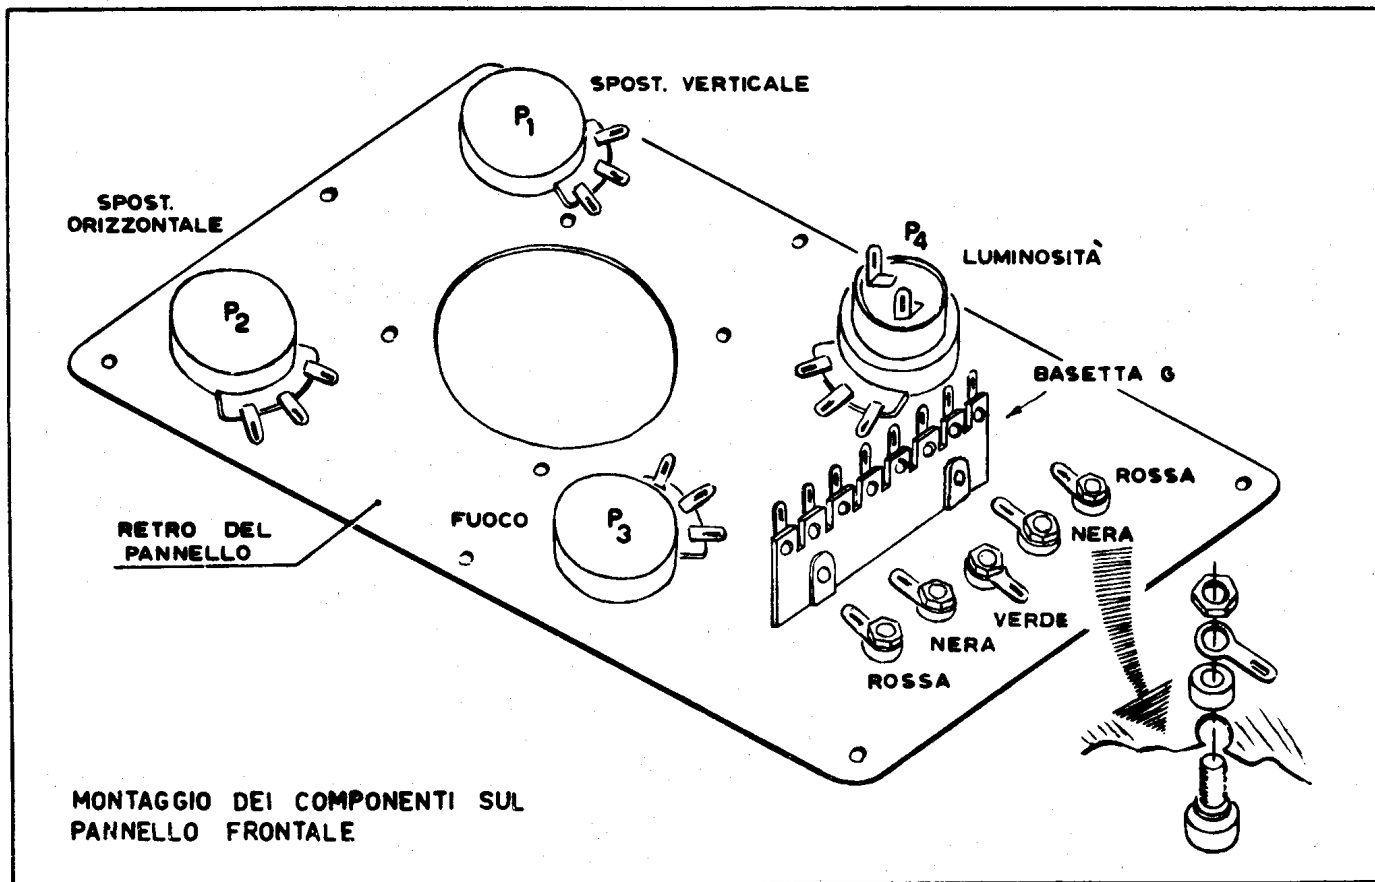

Fig. 11
La fig. 11 rappresenta la posizione che i diversi particolari occupano sul retro del pannello frontale.
d) - FISSI IL POTENZIOMETRO P4, DA 100 k $\Omega$  CON INTERRUTTORE, NEL FORO CONTRASSEGNA TO CON LA DICITURA "LUMINOSITA'", BLOCCAN DOLO NELLA POSIZIONE INDICATA IN FIG.11.
e) - BLOCCHI MEDIANTE DUE VITI, DI 5 mm DI LUNGHEZZA, LA BASETTA G, DA OTTO CA PICORDA, NELLA POSIZIONE INDICATA IN FIG. 11.
f) - DISPONGA LE BOCCOLE COLORATE NEI CINQUE FORI ESISTENTI NELLA PARTE INFERIO RE DEL PANNELLO, RISPETTANDO LE INDICAZIONI DEL DISEGNO SIA PER QUANTO RIGUARDA I CO LORI SIA PER LA POSIZIONE DELLE PAGLIETTE DI ANCORAGGIO DEI FILI (FIG. 11).
Le boccole si montano nel modo indicato in fig. 11. Le due estreme sono ROSSE, quella centrale VERDE e quelle intermedie NERE ; serviranno per collegare gli ingres si degli amplificatori ai circuiti in esame.